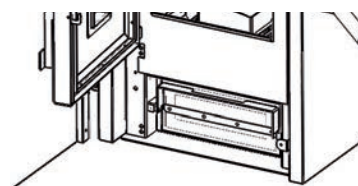

Fig. 5
- Riposizionare il cassetto nell'apposito alloggiamento, facendo attenzione a chiuderlo correttamente sollevando la maniglia per riportarla alla posizione di partenza. (Fig. 5)